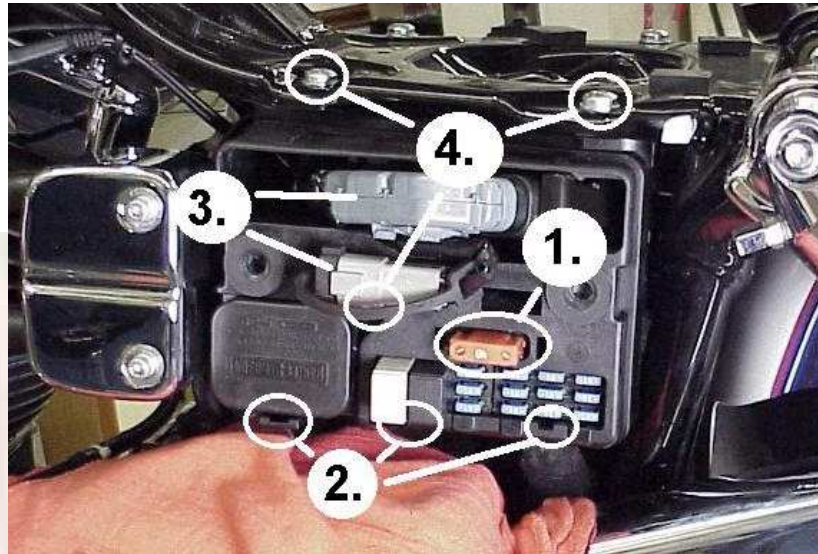

Abbildung 3: Sicherungskasten
**Tipp 3:** der Sicherungskasten (**Dyna**) kann einfach entfernt werden, indem mit einem schmalen und langen Schraubendreher die Laschen in den Schlitz hinein gedrückt werden (siehe Position 2 in Abbildung 3: Sicherungskasten).